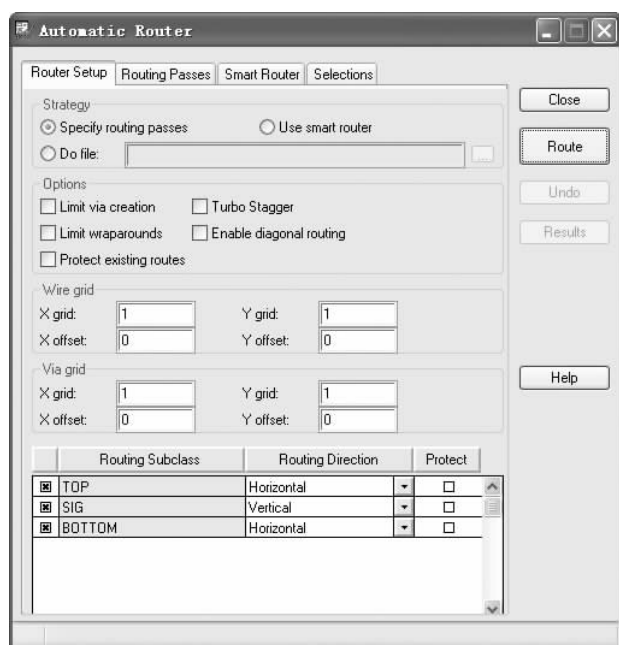

图 12-97 “Automatic Router (自动布线)” 对话框
2) 选择菜单栏中的“Route (布线)”→“PCB Router (布线编辑器)”→“Route Automatic (自动布线)”命令, 将弹出“Automatic Router (自动布线)”对话框, 如图 12-97 所示。